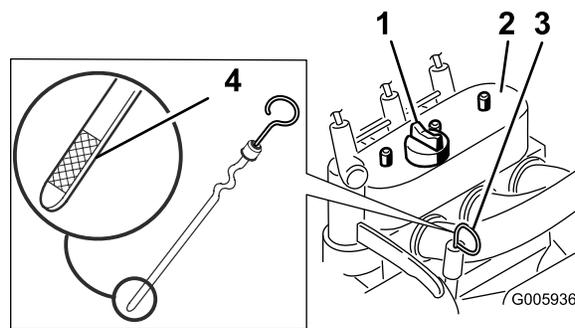

Рисунок 14
4. Очистите область вокруг отверстия для измерительного щупа (Рисунок 14).
5. Вытяните масломерный щуп и вытрите металлический конец насухо (Рисунок 14).
6. Вставьте щуп в масломерную трубку до упора (Рисунок 14).
8. В случае низкого уровня масла очистите область вокруг крышки для заливки масла и снимите крышку (Рисунок 14).